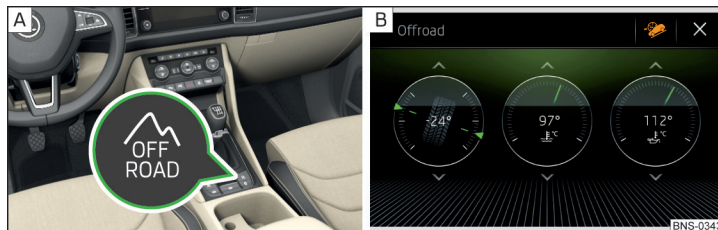

Fig. 265 Tasta Offroad / ecranul Infotainment: Afișare la activare
► Pentru **activare/dezactivare** apăsați tasta  » [fig. 265 - \[A\]](#).
La **activare se aprinde** în panoul de bord lampa de control pentru regimul Offroad , precum și a asistentului la coborârea în pantă . Pe ecranul Infotainment se inserează afișajele pentru regimul Offroad » [fig. 265 - \[B\]](#).